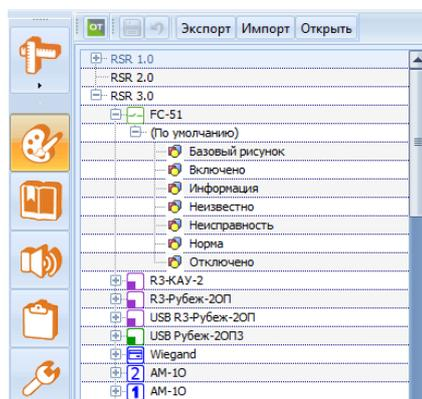

Рисунок 17.3 – Список устройств и их состояний, принадлежащих RSR 3.0
1) Список устройств и их состояний, в котором устройства разделены на две группы RSR 1.0 и RSR 3.0. Чтобы открыть список устройств, принадлежащих RSR 1.0 и RSR 3.0 необходимо нажать на значок  рядом с названием группы. Чтобы открыть список возможных состояний устройства необходимо нажать на значок  рядом с названием устройства, а затем на значок  в графе «По умолчанию» (рисунок 17.3). В списке устройств перечислены все устройства, с которыми работает ПО.